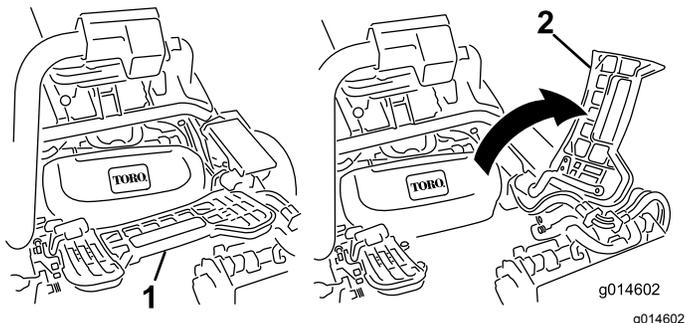

Figura 49
2. Eleve o apoio de pé e incline-o para aberto, permitindo o acesso à posição da unidade de corte central (Figura 49).